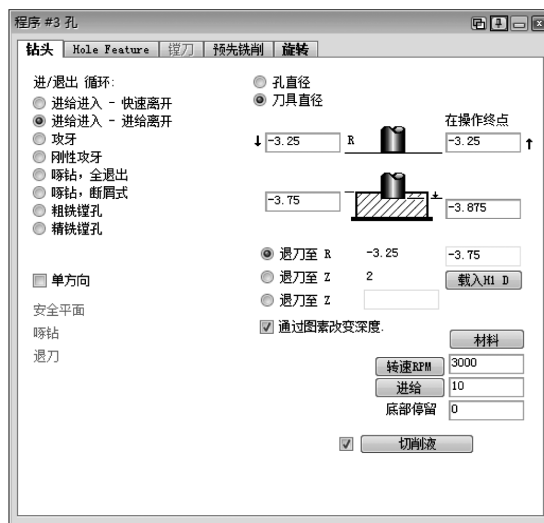

图 2-60 孔工艺参数#3
14) 使用刀具 #4 生成孔工艺参数#3，如图 2-60 所示。